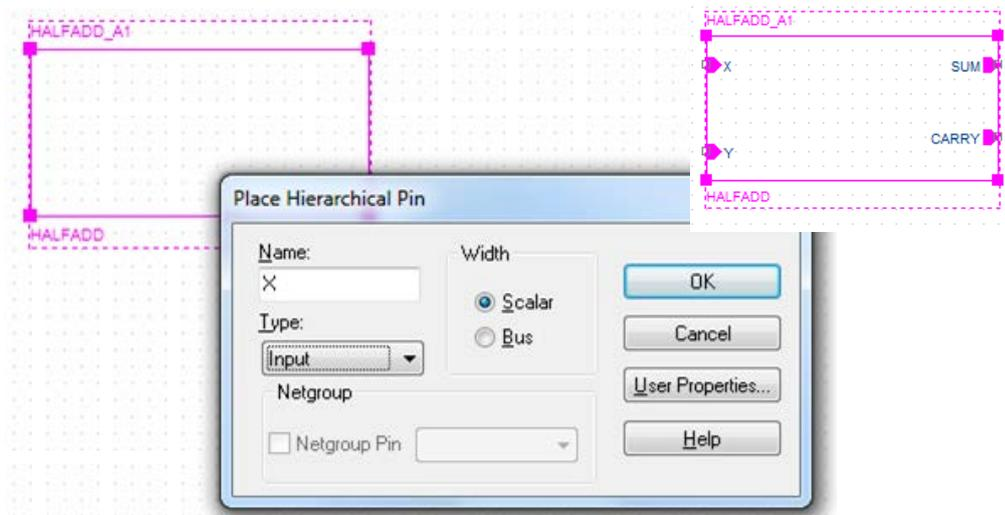

Рис. 8.23. Установка контактов блока
2.4. Выберите иерархический блок и затем из меню Place, выберите Hierarchical Pins (рис. 8.23).
2.6. Поместите пин, как показано на рис. 8.23. Аналогично добавьте пин Y и два выходных пина SUM и CARRY.